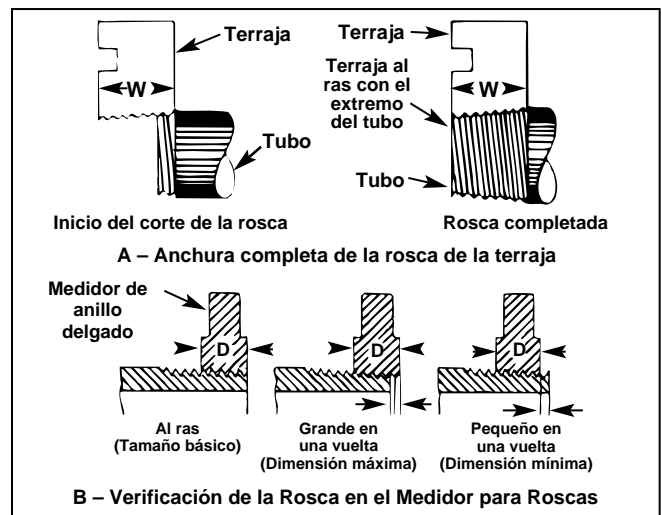

Figura 11 – Verificación de la longitud y profundidad
10. Verifique la longitud y profundidad de la rosca. (Vea la Figura 11.)